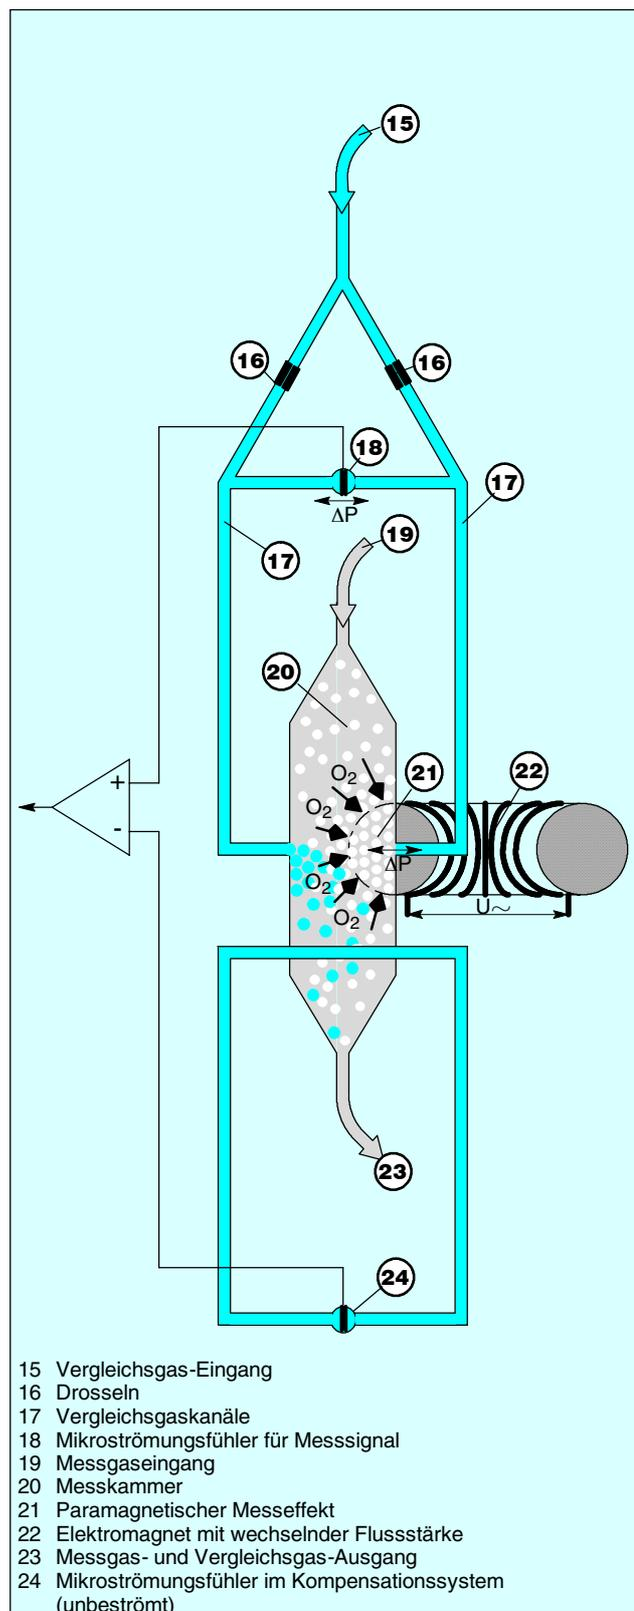

Bild 3.4 Arbeitsweise O₂-Kanal
Beim O₂-Kanal ist das eine Gas (15, Bild 3.4) ein Vergleichsgas (N₂, O₂ oder Luft), das andere das Messgas (19, Bild 3.4). Das Vergleichsgas wird der Messkammer (20) durch zwei Kanäle (17) zugeführt. Einer dieser Vergleichsströme trifft im Bereich des Magnetfelds (21) mit dem Messgas zusammen. Da die Kanäle miteinander verbunden sind, bewirkt die entstehende Druckdifferenz, die dem Unterschied der Sauerstoffgehalte des Messgases und des Vergleichsgases proportional ist, eine Strömung, die von einem Mikroströmungsfühler (18) in ein elektrisches Signal umgeformt wird.